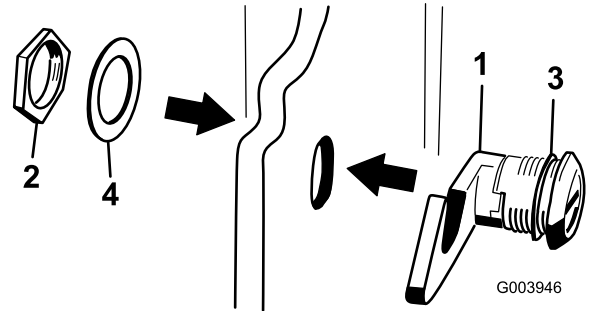

Figura 6
4. Pe exteriorul capotei, introduceți capătul cârligului clichetului prin orificiul din capotă i asigurați-vă că aiba de etanare din cauciuc rămâne pe partea exterioară a capotei (Figura 6).